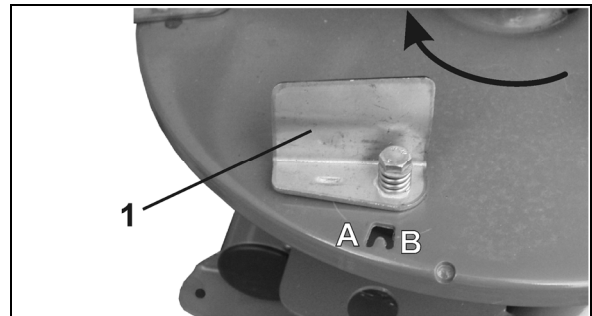
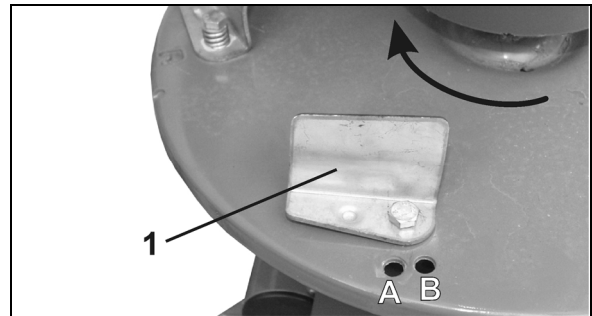

Bild 13
Bild 14
Spridarskovlarna kan ställas in i två positioner (Bild 13, Bild 14).
- Tre spridarskovlar med tryckfjäder som tillåter justering för hand (Bild 13/1).
1. Tre spridarskovlar som kan justeras genom att lossa på skruvförbindningen (Bild 14/1).